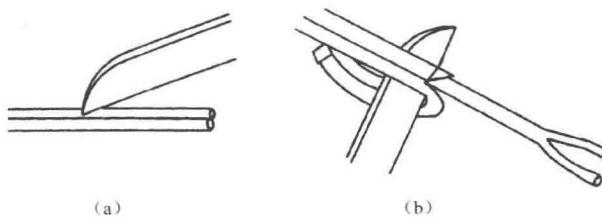

图 1-5 多芯护套线剖削方法
2) 剥削双芯或三芯护套线塑料绝缘层方法如图 1-5 所示。
①如图 1-5 (a) 所示，根据所需长度用电工刀刀尖对准芯线缝隙划开护套层。
②如图 1-5 (b) 所示，向后翻护套层，用刀齐根切去。